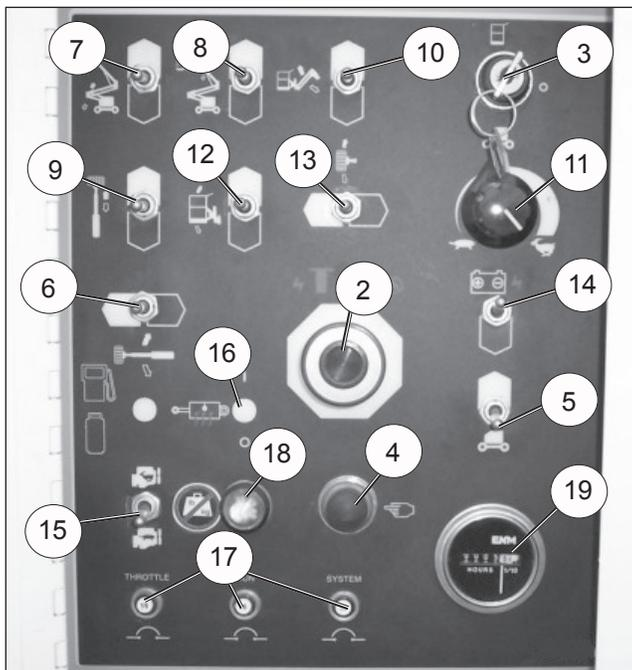

Figura 3- Controles e indicadores inferiores
5. Compruebe cada función de la máquina (elevación, giro, telescopio) desde la estación de control inferior. Para ello mantenga arriba el conmutador de control desde tierra mientras acciona los conmutadores selectores de control (ref: Figura 3 en la página 6).